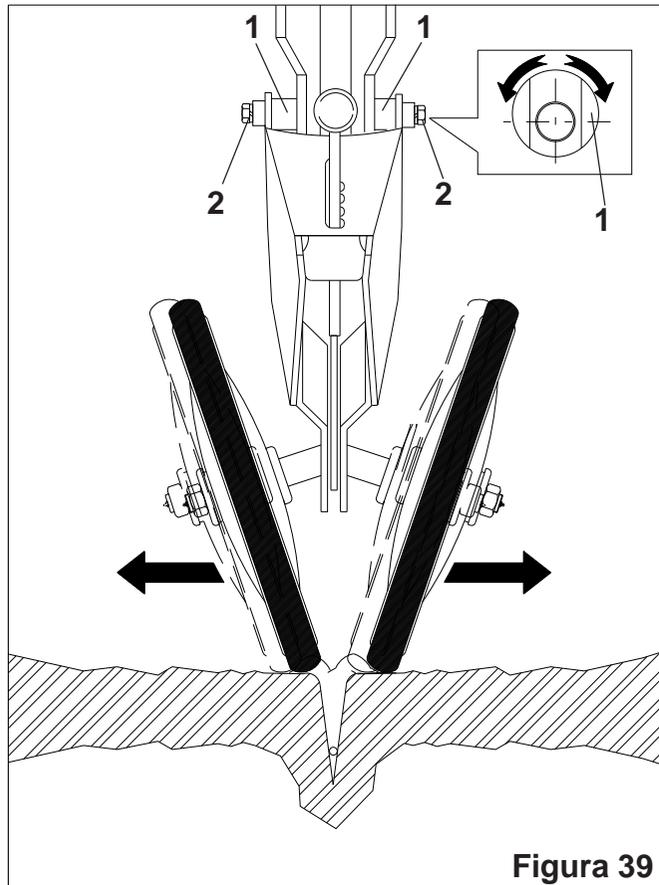

Figura 39
- Para facilitar el retorno de la tierra sobre la semilla en suelos compactados, ponga el disco dentado (5) a través del tornillo (6) en las ruedas compactadoras en "V" (1). **Detalle "C"**.
13 - Para el desplazamiento horizontal de las ruedas, las mismas fueron desarrolladas con eje excéntricos (1). Para esta regulación suelte los tornillos (2) gire los referidos ejes (1), con una llave para que accione las ruedas y se alinen con el surco, posicionando mayor o menor cantidad de tierra lateralmente a la semilla. **Figura 39.**